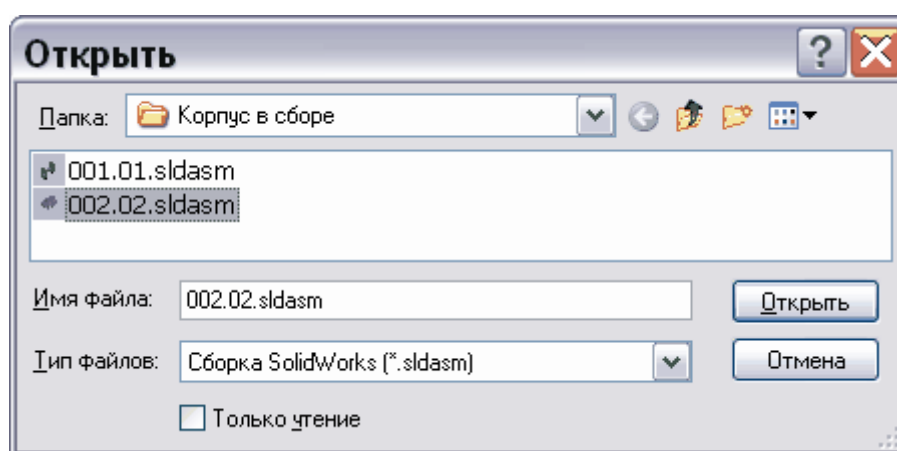

Рис. 29
2. В окне **Открыть** найдите папку **Примеры / Раздел- 9/ Корпус в сборе/**, выберите файл модели **002.02.sldasm** и нажмите на кнопку **Открыть** (Рис. 29).